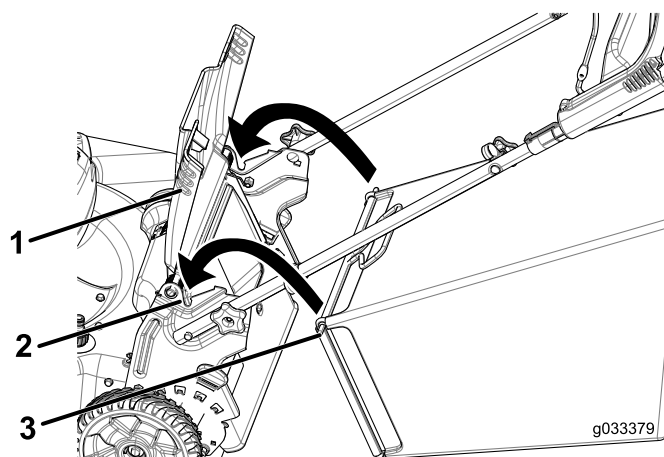

Рисунок 20
1. Поднимите и удерживайте задний отражатель (Рисунок 20).
2. Установите мешок для сбора скошенной травы и убедитесь в том, что стержни мешка вошли в пазы на рукоятке (Рисунок 20).